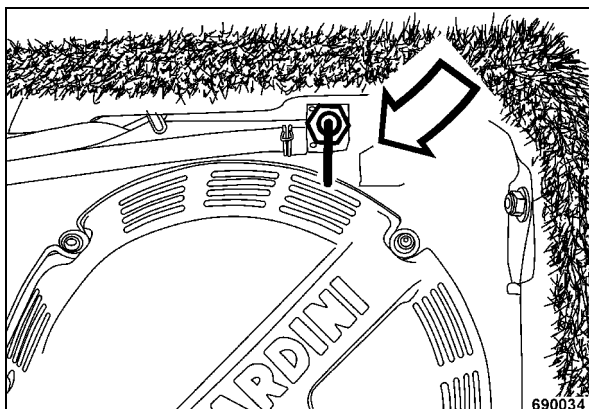

рис. 56
- Открыть запорный топливный кран (рис. 56), установить перекидной рычаг вертикально.